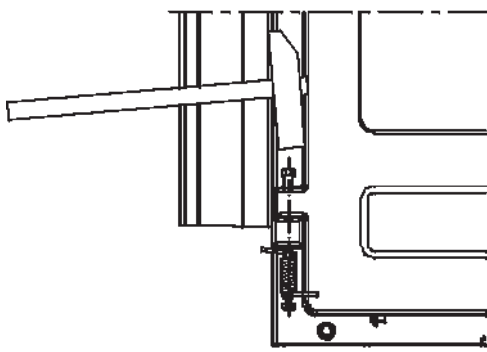

Abb. 1.
-Türe schließen, die Vorderplatte abnehmen, den Stift an dem unteren Scharnier herausnehmen, die Imbusschraube so hineingeben, dass ca. 15 mm aus dem Scharnier herausragt. Setzen Sie die Feder so auf die ein wenig überspannte Schraube, dass ein Ende in den Ofenrand einhakt. Feder halten, Schraube stampfen, auf die Schraube eine geschlossene Schraubenmutter aufsetzen (siehe Bild 1).
Der Kessel muss an das System der Zentralheizung mit einem offenen expansiven Gefäß angeschlossen werden, so dass, falls Wasser überheizt wird, es nicht zu einer Druckerhöhung kommt (Bild 1). Wir empfehlen den Einbau eines Mischhahns mit vier Anschlüssen (Mischventil), welcher eine Temperaturregung am Anfang der Rohrleitung der Heizung ermöglicht, wobei die Wassertemperatur im Kessel immer noch hoch genug ist (60 – 70°C), um Schwitzen des Kessels oder Niedrigtemperatur-Korrosion zu vermeiden. Anstatt des Mischventils kann auch ein Thermostat eingebaut werden, wessen Messfühler am Anfang der Rohrleitung ist. Der Thermostat schaltet die Pumpe erst ein, wenn die Wassertemperatur im Kessel, d. h. am Anfang der Rohrleitung hoch genug ist. Auf den Bildern 1 und 2 wurde dargestellt, wie man den Kessel an die Installation der Zentralheizung anschließen soll.